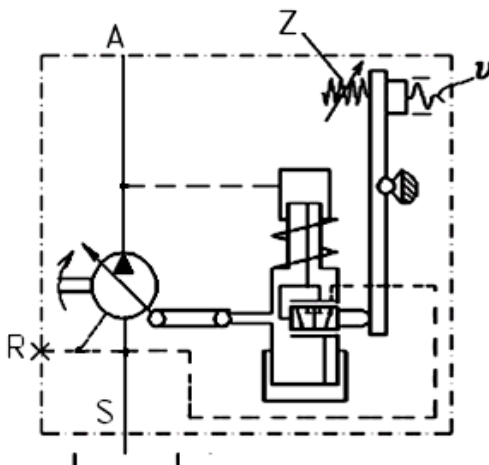

Рисунок 11 – Гидравлическая схема насоса с регулятором постоянной мощности и механической блокировкой регулятора.
- потребляемая мощность  $N_n$ , при необходимости может быть изменена регулировкой винта  $Z$  (см. рисунок 11).